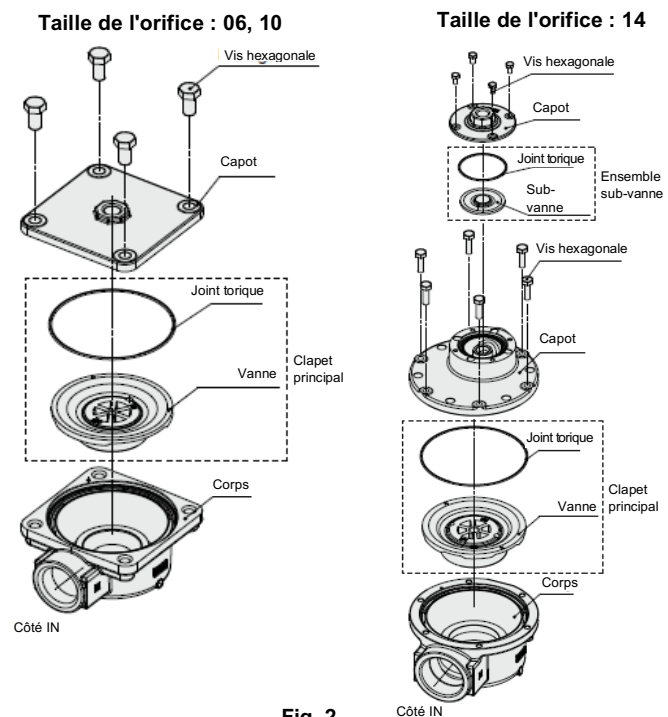

Fig. 2
- Desserrez les vis hexagonales et retirez le capot, le joint torique et la vanne principale (sub-vanne). Voir fig. 2
- Montez le capot sur le corps (voir fig.2).